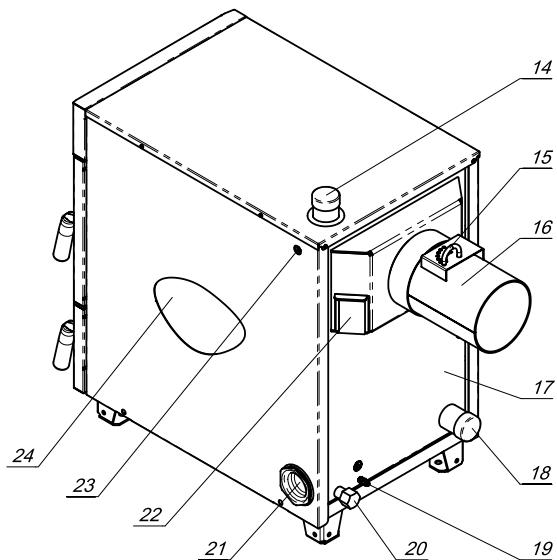

Рис. 1 Конструкция отопительного котла
4.6.4. Эксплуатировать котел при неполном заполнении системы отопления водой и с открытыми дверцами (поз.13,16) (см. рис.1).
5.1. Котел (рис.1) состоит из корпуса (поз. 17), топки (поз. 3), газохода (поз. 1), дымохода (поз. 16).